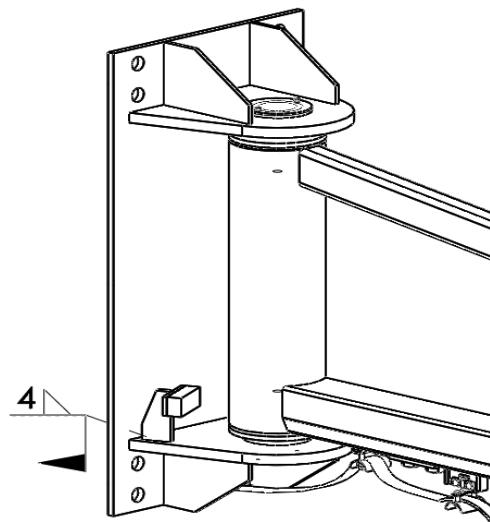

图 7B
7.2 用于壁挂式旋臂起重机（图 7B）
- 将旋臂旋转到一个方向的最大方位，一般距下耳板 100mm 位置（如图 7B）。